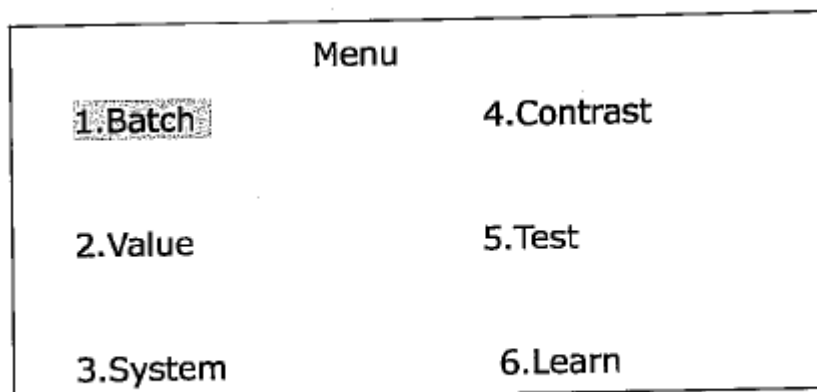

Fig.3
- wciśnij przycisk SET, aby wejść w menu, jak na Fig. 3.